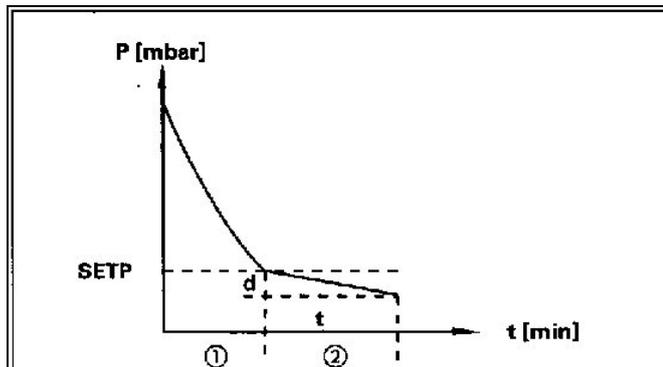

Fig. 5: Parametri di controllo in manuale: Riduzione di pressione controllata.
C. Riduzione di pressione controllata (vedi fig. 5)